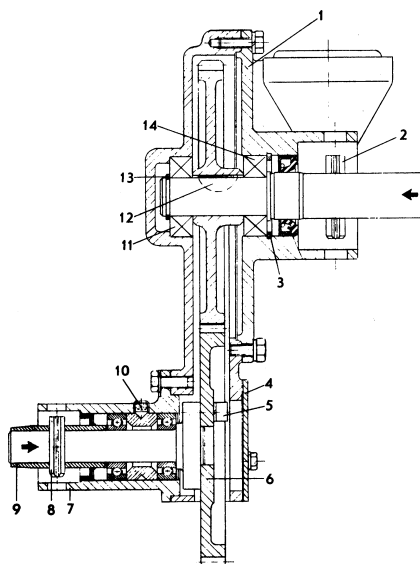

Fig. 33. Handstart, MD3B (senare utf.)
1. Skruva loss och lyft bort locket (1, fig. 33) tillsammans med drevet och axeln.
2. Slå ur pinnen (2) och pressa ur axeln i den riktning som pilen anger.
3. Om lagren (11 och 14) skall demonteras lossas först låsringen (3).
**OBS!** Kilen (12) måste tas bort innan lagret (14) demonteras.
4. Skruva loss och tag bort locket (4).
5. Skruva loss skruvarna (5) och bänd loss kugghjulet (6).
6. Skruva loss hylsan (7).
7. Slå ur pinnen (8) och drag av hylsan (9).
9. Skruva bort låsskruven (10) och pressa ur lagren, distansbrickan och tätningsringen.